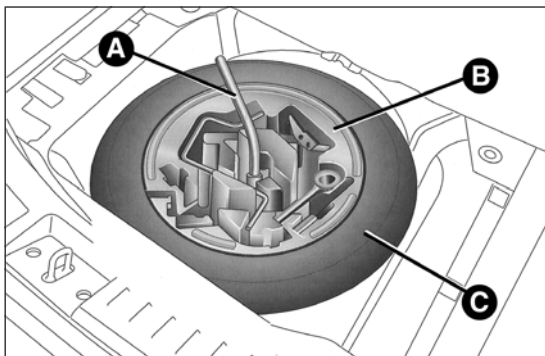

fig. 102
- ☐ utilizando la llave A fig. 102 situada en la caja de herramientas, aflojar el dispositivo de bloqueo, tomar la caja de herramientas B y colocarla al lado de la rueda que se debe sustituir. A continuación, tomar la rueda de repuesto C;